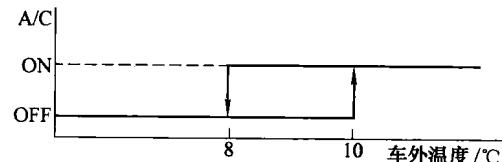

图 1-12 压缩机控制(根据环境温度控制)
(2) 低温保护控制。一般车型在环境温度低于某值(3℃ 或 8℃)，压缩机不工作，如图 1-12 所示。